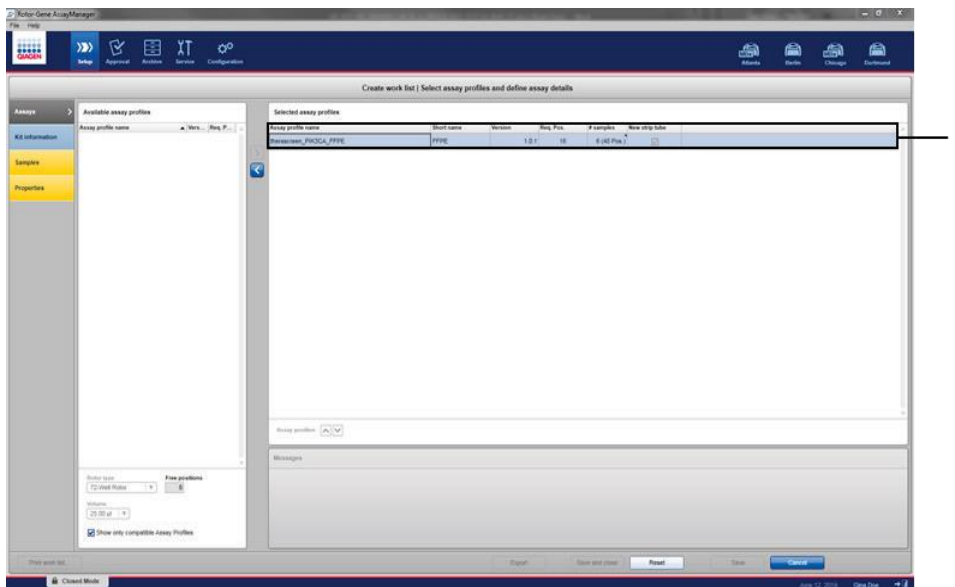

Ilustración 8. Ventana principal "Create work list" (Crear lista de trabajo). 1 = Añadir el número de muestras.
16. En la ventana "Selected assay profiles" (Perfiles de ensayo seleccionados), introduzca el número de muestras de la prueba que se van a analizar, sin incluir el número de controles de la serie (Ilustración 8).